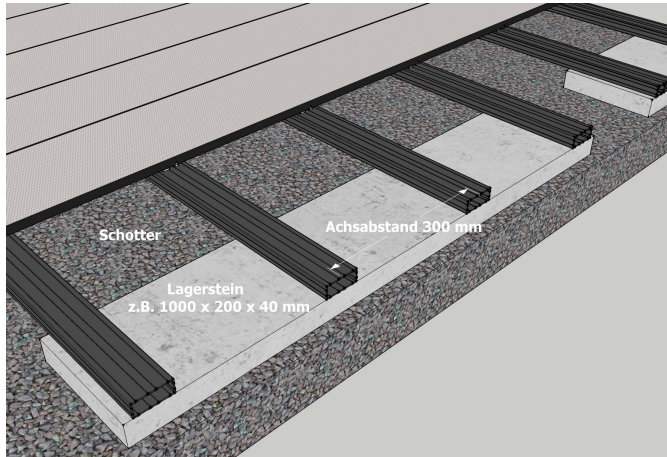

Abb. 4: Achsabstand
- Die UK-Rahmen dürfen zueinander einen maximalen Achsabstand von 300 mm aufweisen (Abbildung 4). In Bereichen mit erhöhter Belastung sind die Abstände angemessen zu verringern.